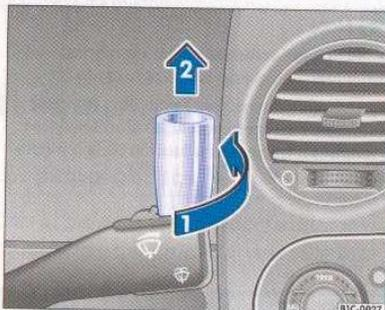

Fig. 28 Florero
- Gire el florero en el sentido contrario al de las agujas del reloj ⇒ fig. 28 flecha ①.
- Saque luego el florero hacia arriba, flecha ②.